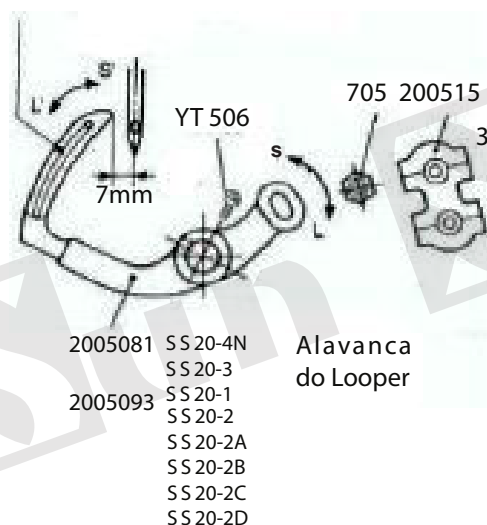

Fig. 1
a) Inserir a agulha na barra de agulha, tanto quanto for possível. com a cava na direção do operador. Aperte a porca da barra da agulha (3504046) para segurar a agulha no lugar (Fig.1-a). Distância entre a chapa de agulha e ponta de agulha deve ser 37 milímetros com a agulha na posição mais alta. Para ajustar, soltar o parafuso (3510192) do suporte da barra de agulha (2003038)
Altura da agulha ,reajustar para que a parte inferior do olho do loop que está no topo do furo da agulha, quando buraco loop está no centro da agulha (Fig.1-b).
Reajustar a altura da agulha quando o fundo do olho loop está no topo do buraco da agulha, quando buraco loop está no centro da agulha (Fig.1-c).